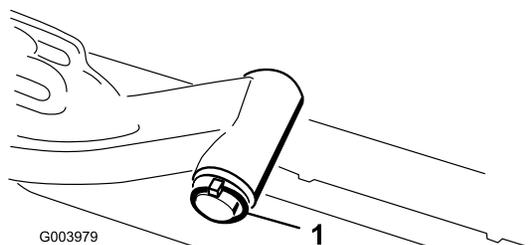

Рисунок 8
A. Снимите шплинт и шайбу, которые крепят ось поворота подъемного рычага к подъемному рычагу, и снимите ось поворота с подъемного рычага (Рисунок 8).
- C. Вставьте вал подъемного рычага в подъемный рычаг и зафиксируйте шайбой и шплинтом (Рисунок 8).